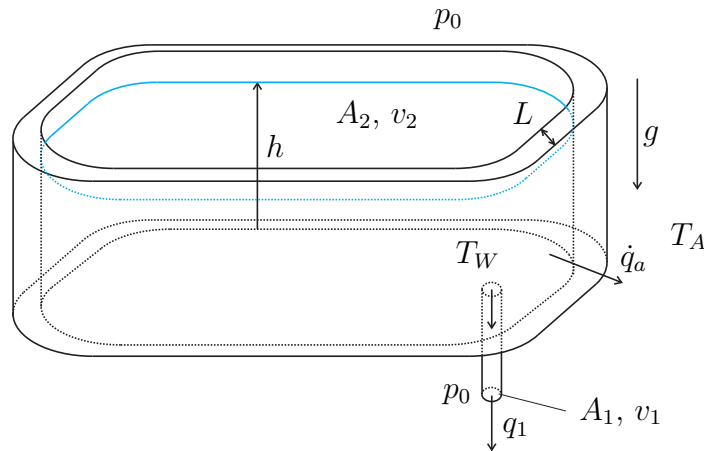

Abbildung 2: Mit Wasser gefüllte Badewanne.
2. Im folgenden Beispiel wird die Badewanne aus Abbildung 2 betrachtet. Diese ist bis zur Höhe  $h$  mit Wasser gefüllt. Am Boden der Wanne befindet sich ein Abflussrohr mit der konstanten Querschnittsfläche  $A_1$ . 10 P. |